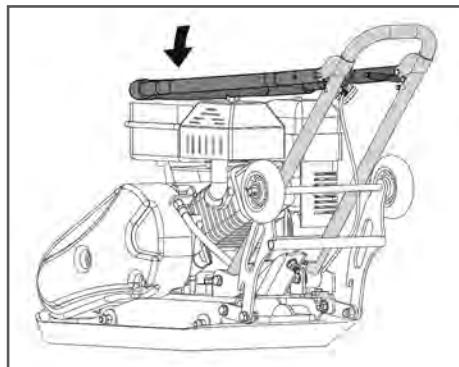

Рис. 35 Положение рабочей рукоятки при хранении
- Для экономии места при хранении виброплиты сложите рабочую рукоятку, как показано на Рис. 35.